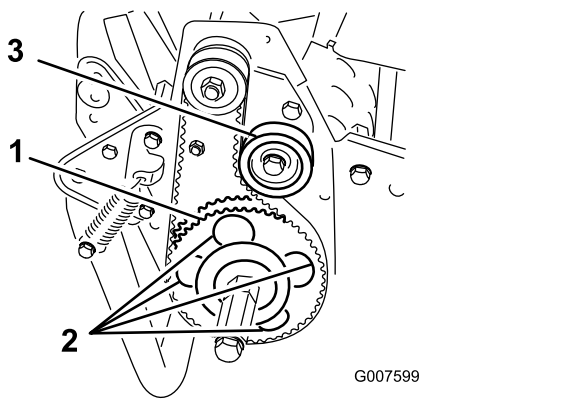

图45
7. 旋转从动皮带轮直至孔与轮鼓轴承的4个凸缘螺丝对齐 图45。
11. 调节皮带张紧度拧紧怠轮皮带轮安装螺丝 图45。